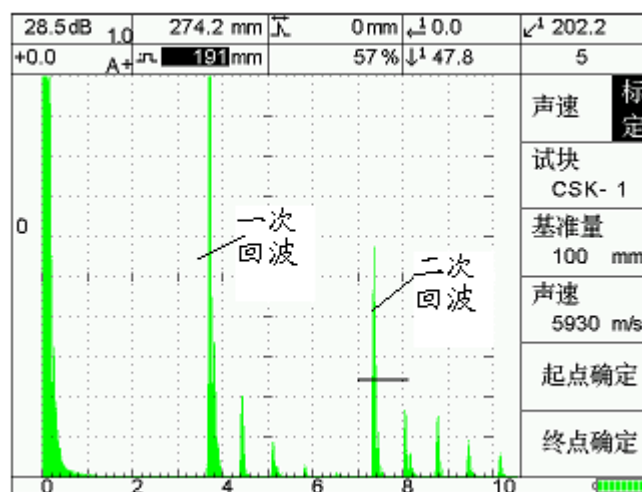
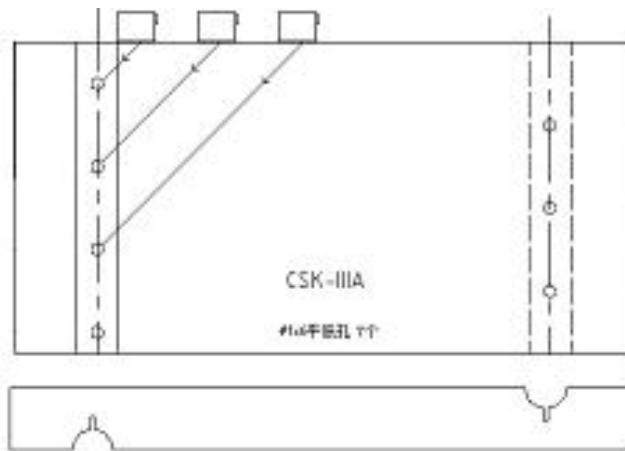

图 4-1
图 5-3
(1) 进入[基础]-[C],调节探头参数。操作方法见(3.9节探头参数调节)。
(2) 按[标定]-[C],进入声速标定菜单。见图4-1
(3) 按[A],试块反显。按【调节键】即可调节,一般选择CSK-1。测工件声速时请选其他,下面以CSK-1试块、直探头为例:
(4) 按[B],选择基准量(单位mm),如上图按【调节键】输入100mm。
(5) 按【闸门1】键,调节闸门1到一次回波位置,按[D]起点确定。
(6) 调节闸门1到二次回波位置,按[E]终点确定。
(8) 此时声速即[C]位置，出现标定结果，如图 4-1 为 5930m/s。仪器将自动记录。
(3) 调整好曲线参数后,按[E]确定,返回图 4-1。将探头放置在 CSK-III 试块上,如图 5-3 所示。对准第一个基准孔(10mm)深的孔,移动探头寻找最高波。
(4) 按【闸门 1】键,调节闸门 1 到最高波位置,使用自动增益功能,将该波的幅度提到 80%左右。按[A]确定,完成第一个基准点的制作。
(5) 重复(3)、(4)的过程,依此制作 20mm、30mm、40mm……(注意后面的制作不要使用自动增益功能,因为幅度不用再调节)。
(6) 在制作过程中,如果对哪个基准点做出调整,可以将闸门 1 移到该基准点,重新移动探头寻找最高波,再制作。
(7) 按[B]完成 DAC 曲线的制作。